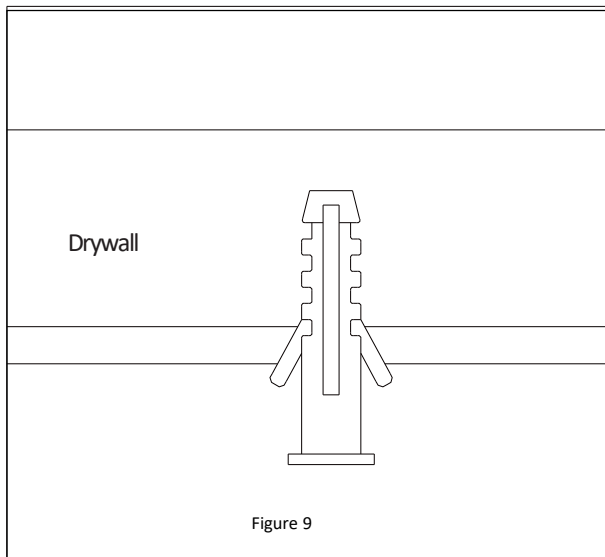

Figure 9
4. Install the 4 supplied wall anchors into the 4 pilot holes made in the previous step. **See Figure 9.**
4. Installez les quatre ancrages muraux fournis dans les quatre avant-trous réalisés à l'étape précédente. **Reportez-vous à la Figure 9.**